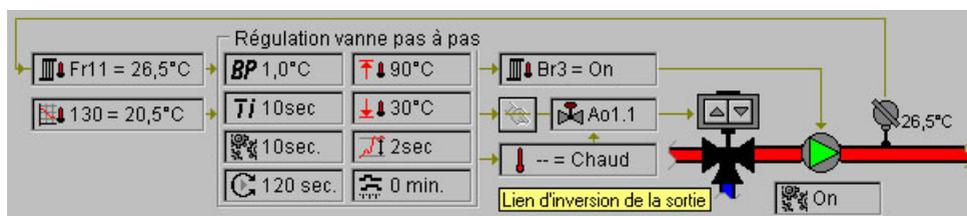

Figure 2.69 : Ressource Régulation vanne pas à pas - Lien de d'inversion de la sortie
- Lien d'inversion de la sortie : (figure 2.69).